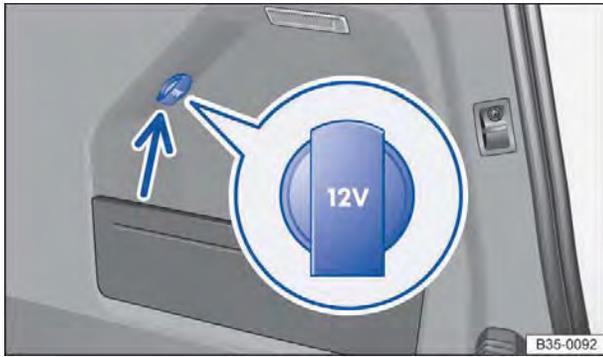

Fig. 132 No compartimento de bagagem: tomada 12 V.
- No compartimento de bagagem \Rightarrow Fig. 132 (seta pequena).